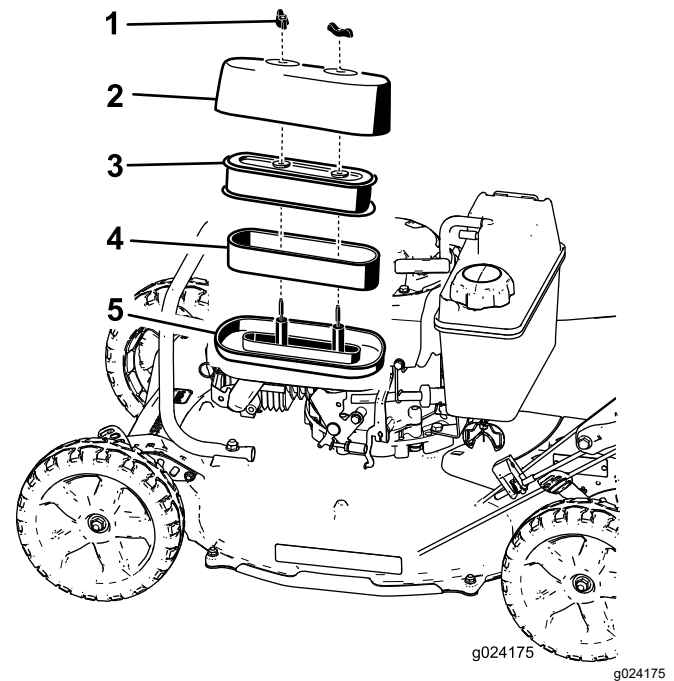

Figura 20
3. Retire las 2 tuercas que fijan la tapa (Figura 20).
5. Separe los elementos de espuma y de papel de la base del filtro de aire (Figura 20).
6. Separe el elemento de espuma del elemento de papel (Figura 20).